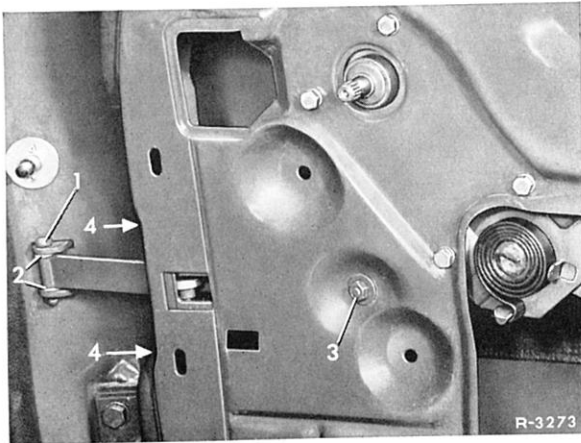

Bild 72-18/1
3 Bolzen (1) und Kunststoffscheiben (2) für das Halteband des Türhalters an der Türkastensäule ausbauen (Bild 72-18/1).